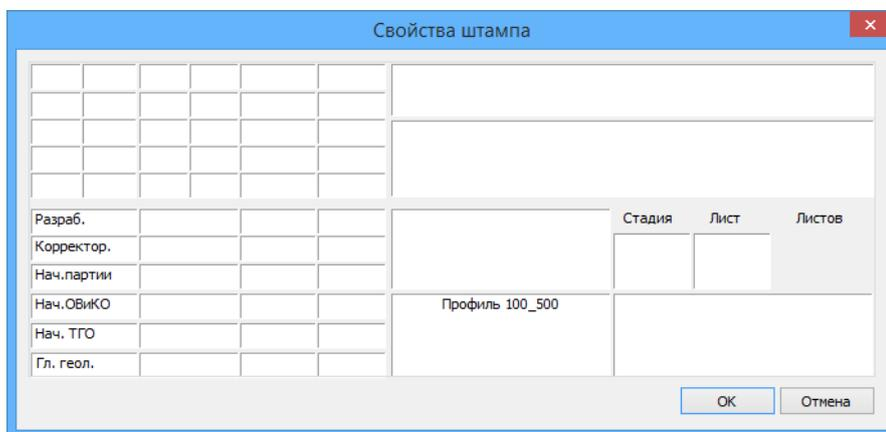

Рис. 5 Заполнение штампа.
Проект – это набор связанных документов: чертежей планов, профилей и других документов (см. рис. 5) Данные с профилей и планов используются при формировании общей базы проекта (см. Модель данных). Информация о файлах, включенных в проект, хранится в файле проекта *.pprj, который размещается в папке проекта. Название файла проекта совпадает с названием папки проекта.
2. В диалоговом окне *Свойства штампа* (см. рис. 5) заполнить поля штампа и нажать ОК.